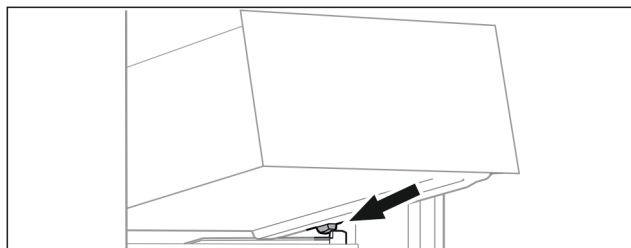

Fig. 110
- Stavite ladicu ukoso iza zaustavljača na žlijeb spremnika. (pogledajte Fig. 110)